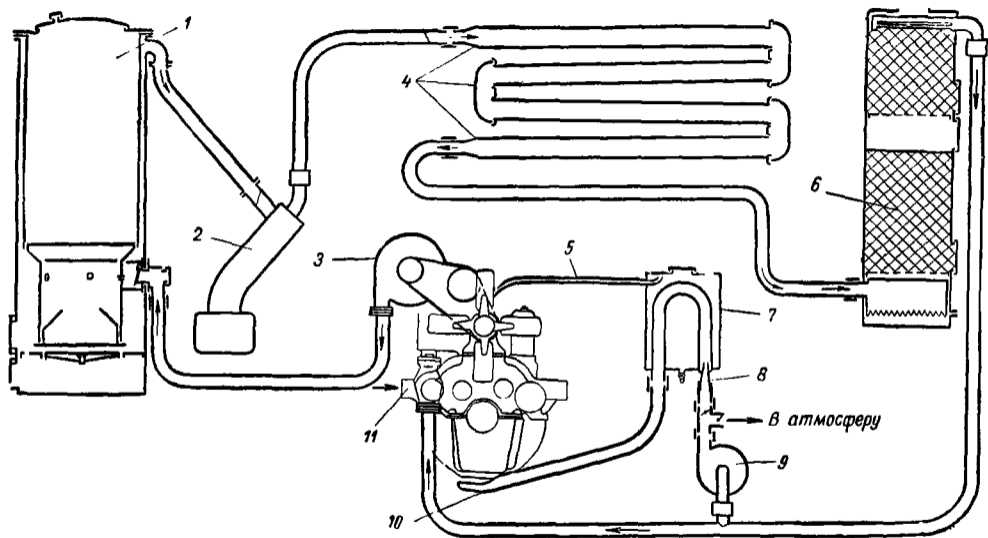
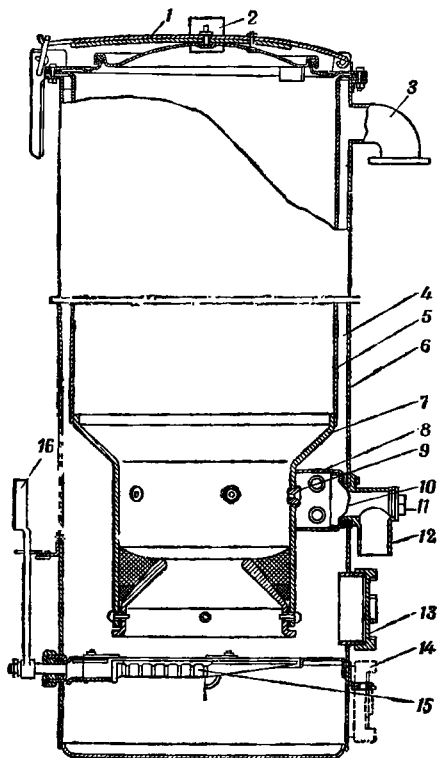

Рис. 43. Схема газогенераторной установки.
Рис. 45. Газогенератор.
а) газогенератор 1 (рис. 43), в который загружается сжигаемое твердое топливо, дающее горючий газ;
Основные части газогенератора — бункер 5 (рис. 45), топливник 7 и корпус 6.
Бункер — это цилиндр из листовой стали, в нижней части которого выполнен топливник 7. В топливнике имеется несколько фурм 9, через отверстия которых воздух подводится в зону горения из воздухораспределительной коробки 8, соединенной патрубком 12 с вентилятором наддува (см. 3 на рис. 43). Обратный клапан 10 (рис. 45) воздухораспределительной коробки свободно пропускает воздух в газогенератор при разрежении и нем и закрывается при неработающем двигателе, не пропуская газ наружу.
Грубая очистка газа осуществляется при помощи инерционного очистителя центробежного типа (см. 2 на рис. 43). Генераторный газ, проходя через рабочую камеру очистителя, выполненную в виде спирали, получает вращательное движение. При этом наиболее тяже-
Подогреватель 7 (см. рис. 43) состоит из водяного бачка и П-образной трубы с горелкой 8, при выходе из которой генераторный газ в смеси с воздухом, поступающим через прорези в П-образной трубе, зажигается особым шнуром.
Розжиг топлива электровентилятором: а) полностью закрыть дроссельные и воздушные заслонки карбюратора и смесителя; б) открыть заслонку патрубка вентилятора розжига; в) включить вентилятор; г) зажечь направленный керосином факел и ввести его в специальное отверстие патрубка воздухоаспираторной коробки газогенератора, вывернув предварительно пробку 11 (см. рис. 45); д) через 1—1,5 мин. факел из отверстия вынуть и завернуть пробку; е) спустя 5—10 мин. поджечь газ, выходящий из патрубка вентилятора. Если газ горит устойчивым голубоватым пламенем, можно приступить к пуску двигателя, выключив вентилятор.
2. Открыв крышку бокового люка 13 (см. рис. 45), проверять высоту заполнения углем восстановительной зоны газогенератора и качество угля; при необходимости добавлять или заменять уголь.